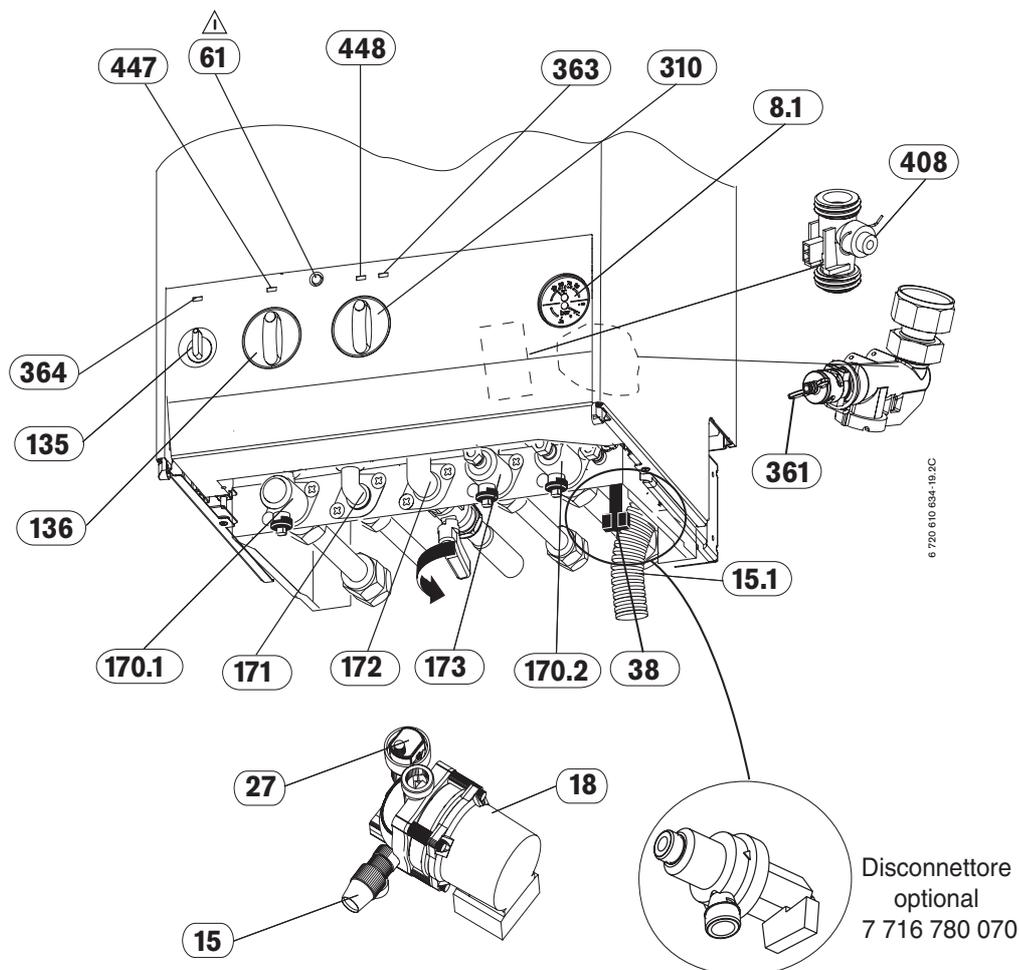

Fig. 28
- ▶ Spurgare l'apparecchio da eventuale aria mediante l'apposita valvola di spurgo (Fig. 28, rif. 27).